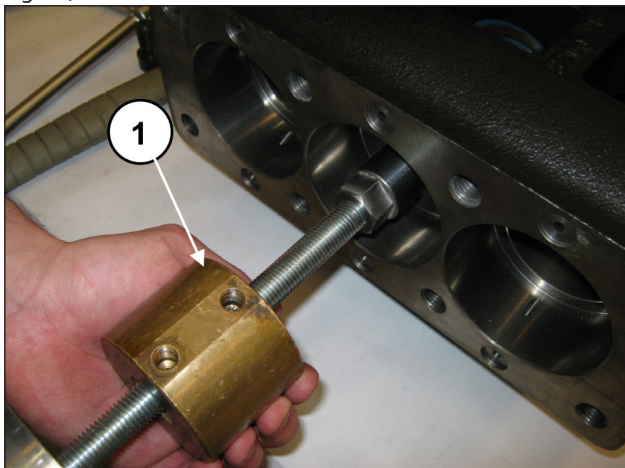

Fig. 36
Dégager le joint d'huile à l'aide de l'outil à inertie (rep. ①, Fig. 36).